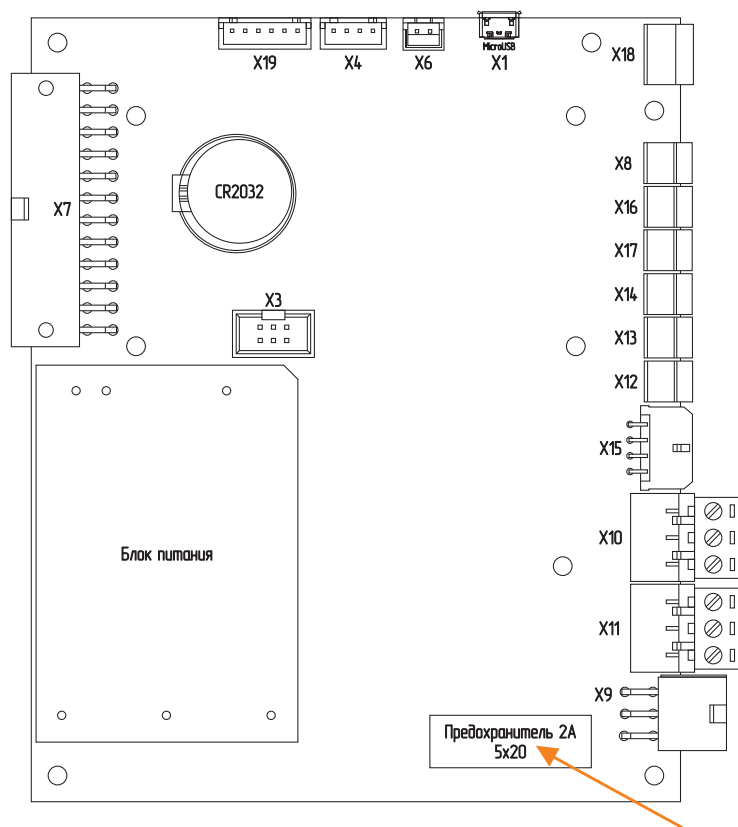

**Рис. 20 Плата контроллера**
3. Замените предохранитель **Рис. 20** (запасной предохранитель в базовой комплектации котла).